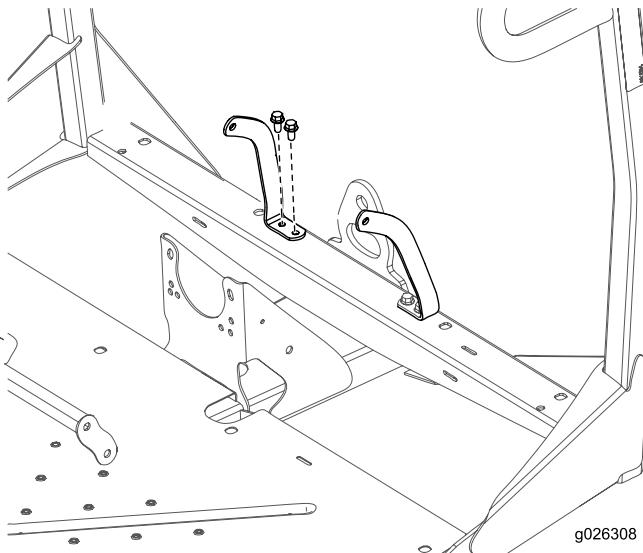

图8
5. 如图8 所示, 用 4 个螺栓 (3/8 x 3/4 英寸) 和 4 个螺母 (3/8 英寸), 分别将左、右安全带锚栓固定至前机架。